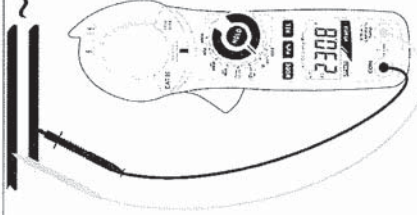

Abb. 3: Verwendung der Zange für Wechselspannungsmessung
3. Drücken Sie die **MODE** Taste mehrmals, bis das Symbol "**AC**" auf dem Display und die schwarze Messleitung mit der **VΩHz**→**ACAPHz**Temp Eingangsbuchse, und die schwarze Messleitung mit der **COM** Eingangsbuchse (siehe Abb. 3).